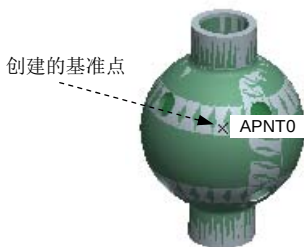

图 7.2.10 创建基准点
Step5. 创建基准点 APNT0。在“钻孔”操控板单击  按钮，在弹出的菜单中选择  命令，系统弹出“基准点”对话框。按住 Ctrl 键依次选取 NC_ASM_RIGHT、NC_ASM_TOP 和 NC_ASM_FRONT 三个基准平面为参考平面，单击  按钮创建点 APNT0，如图 7.2.10 所示。